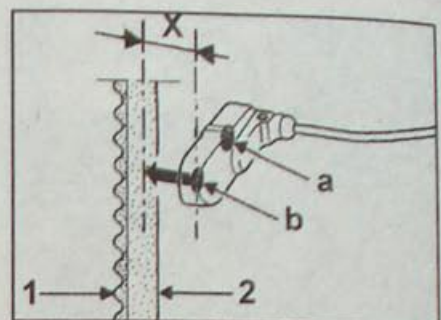

Рис. 1.26. Измерение натяжения ремня привода газораспределительного механизма с использованием датчика (b) считывающей головки:
• Расположите головку на расстоянии X (рис. 1.26, 1.27) приблизительно от 5 до 10 мм от ремня.